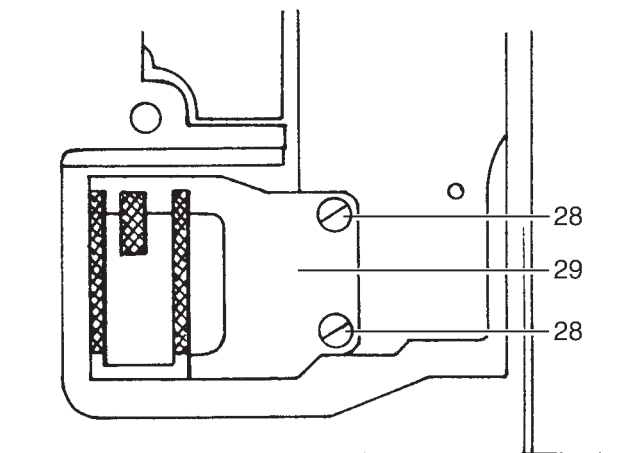

Рис. 24
- Слегка ослабьте крепежный винт 28 (рис. 24).